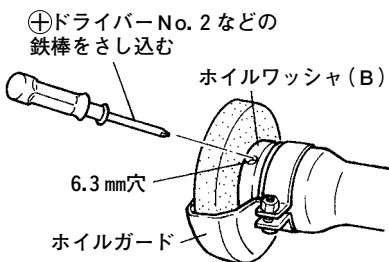

図 3
- (1) ホイルガードが下側になるように本体を安定した台に置きます。
- (2) トイシを手で回して、ホイルワッシャ(B)の6.3mm穴が見えるようにし、図3のようにお手持ちの⊕ドライバーNo.2を穴に奥までさし込みます(スピンドルの回り止めをします)。